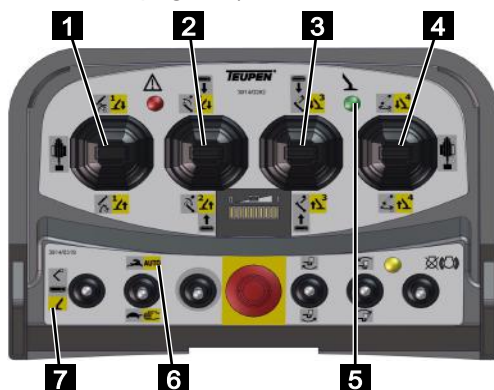

Fig. 80
2. Mettre le sélecteur de fonction sur [Fonctions des appuis] (jaune) (Fig.80/7).
3. Mettre le sélecteur du mode de service (Fig.80/6) sur automatique.
4. Commander les appuis avec les leviers de commande (Fig.80/1, 2, 3 ou 4) suivant le tableau ci-après.
5. Le voyant vert (Fig.80/5) est allumé en continu si l'appui est correct.